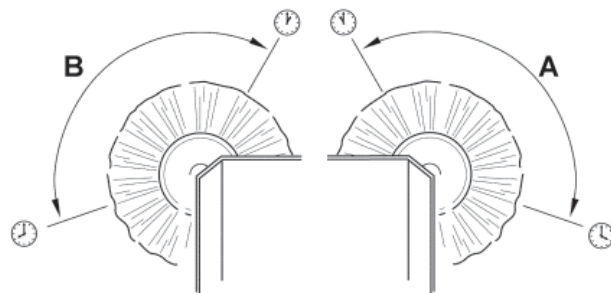
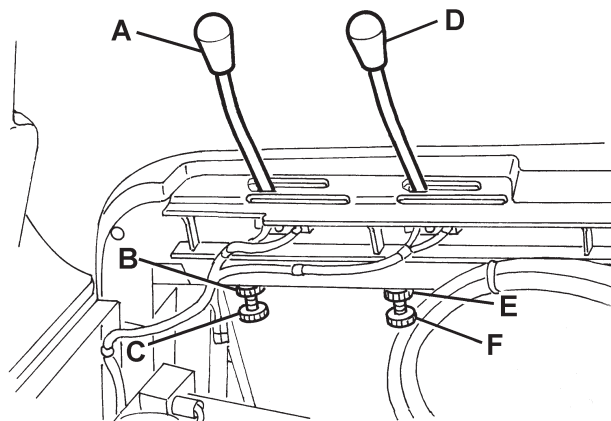

Figure 9
Figure 10
- Contrôler que les traces laissées par les balais latéraux sont, en extension et orientation, comme indiqué dans la figure (A et B, Fig. 9).
2. Activer le frein de stationnement au moyen de la pédale (75) et du levier (68).
3. Tourner la clé de contact (69) sur "0".
4. Ouvrir le coffre (22) et le bloquer au moyen de la tige de support (36).
5. **Pour le balai latéral droit**, agir sur le renvoi du levier (A, Fig. 10) en dévissant l'embout (B) et en réglant le dispositif de réglage (C) jusqu'à obtenir la trace correcte (A, Fig. 9). Enfin, bloquer le dispositif de réglage au moyen de l'embout (B, Fig. 10).
Pour le balai latéral gauche, agir sur le renvoi du levier (D, Fig. 10) en dévissant l'embout (E) et en réglant le dispositif de réglage (F) jusqu'à obtenir la trace (B, Fig. 9). Enfin, bloquer le dispositif de réglage au moyen de l'embout (E, Fig. 10).